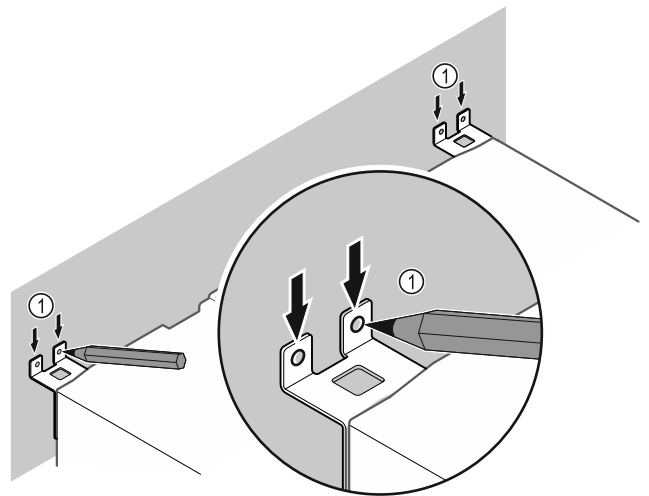

Fig. 9
- Tracer des repères sur le mur Fig. 9 (1).